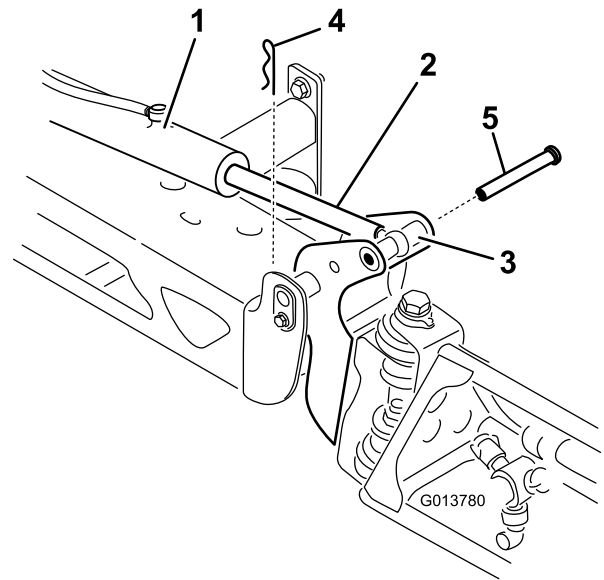

Bild 63
2. Nehmen Sie den Splint vom Lagerbolzen ab (Bild 63).
3. Heben Sie den Ausleger an und nehmen Sie den Stift ab (Bild 63), senken Sie den Ausleger dann langsam auf den Boden ab.
9. Halten Sie den Ausleger fest und stecken Sie den Stift durch das Auslegerscharnier und die Aktuatorstange (Bild 63).